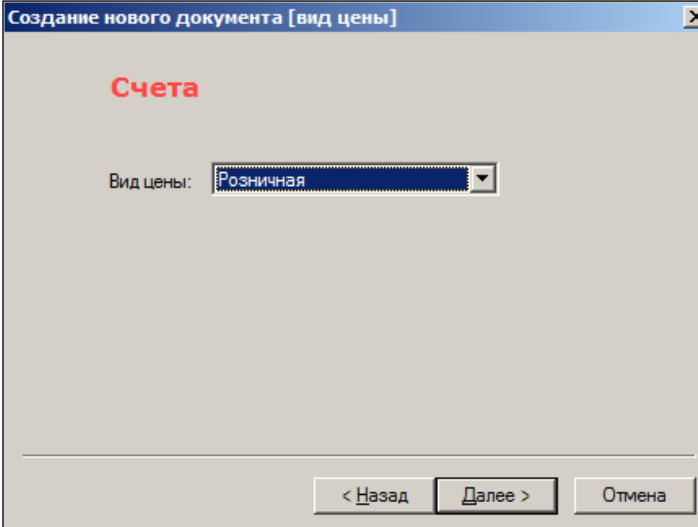

Рисунок 40 – Создание счета (3)
9. Выбрать вид цены (Рисунок 40):